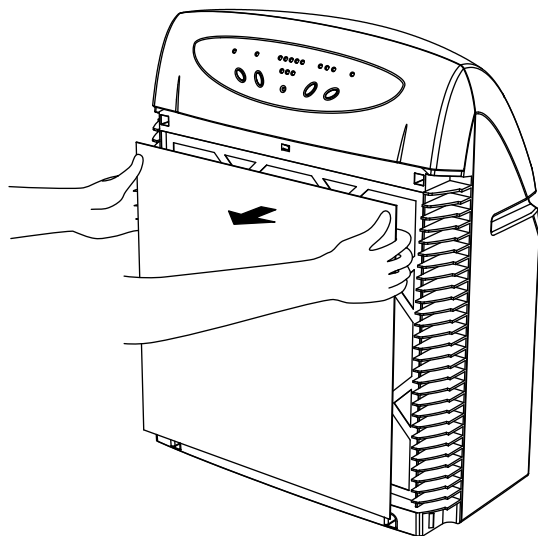

Рис. 13
5. Снимите фильтр предварительной очистки с входного фильтра (рис.13);